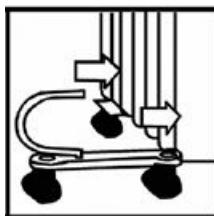

Abb. 2
- Setzen Sie diesen Zusammenbau auf den unteren Teil (Abb. 2, 3) auf. 2, 3).